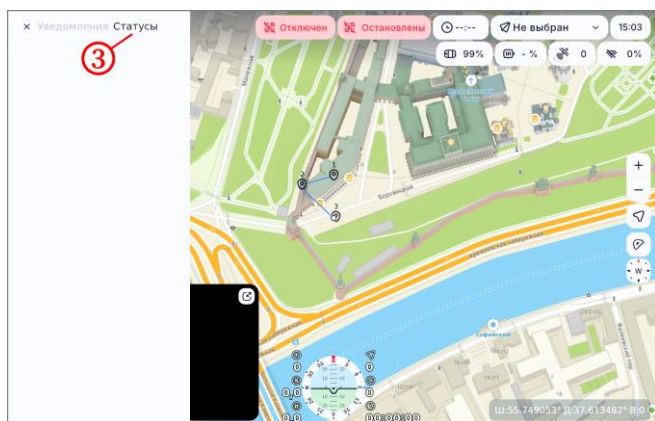

Рисунок 58
- выбрать пункт «Статусы» (рисунок 58, шаг 3);